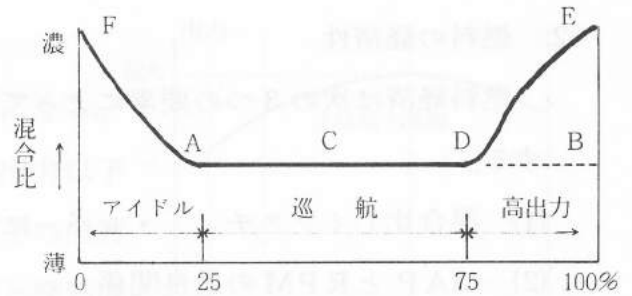

図5-57 基本的な混合比線図
- (a) アイドル範囲で円滑な運転を行うためには、主調量系統のみの燃料では混合気が薄過ぎるので、アイドル運転では図5-57のF-A線に示すような、より濃い混合気が供給される。
- (b) 巡航範囲では図5-57のA-D線に示すように主調量系統からの燃料のみによる混合気で良好な運転ができるが、高い高度になると空気密度の減少によって、このままの燃料では、混合気は濃くなりすぎる。このため燃料を少なくして、ちょうど良い割合の混合気にするようミクスチャー・レバーを操作する。
- (c) 高出力範囲で、もし主調量系統からの一定の燃料のみしか供給されないとすれば、発動機は過熱のため、デトネーション等をおこすことになる。これを防止するため、高出力時には、特別に高出力過濃系統からより多くの燃料を供給して発動機内部を冷却する。この混合気は図5-57のD-E線によって示される。以上の混合比は化器の作用によって行われる。